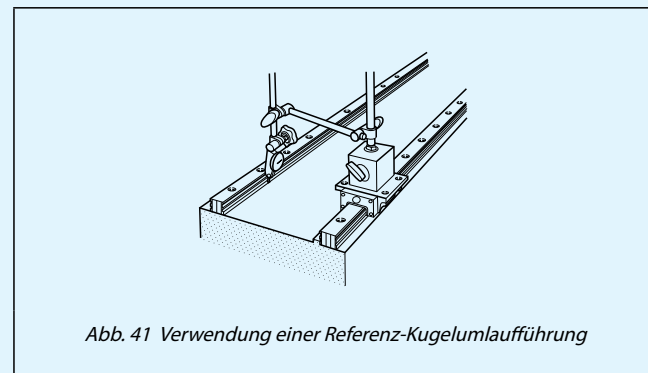

Abb. 41 Verwendung einer Referenz-Kugelumlauf-führung
- Befestigen Sie ein Justierelement wie in Abb. 41 gezeigt auf der Oberseite des Führungswagens auf Bezugsseite. Dann wird eine Messuhr an die Bezugsmontagefläche der Führungsschiene auf Antriebsseite angelegt und nacheinander die Befestigungsschrauben der Führungsschiene angezogen. Dabei ist darauf zu achten, dass die Parallelität beibehalten wird.